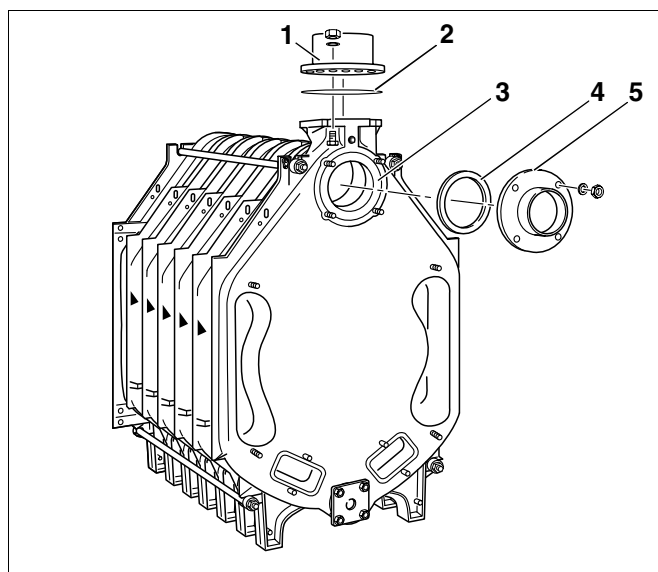

Рис. 28 Установка соединительных фланцев
На верхней ступице котла (рис. 28, **поз. 3** - штуцер обратной линии) при последующем подключении обратной линии устанавливается фланец (с приваренным патрубком).
На рисунке показаны фланец и уплотнительное кольцо (рис. 28, **поз. 4 и 5**).
- Фланец подающей линии (рис. 28, **поз. 1**) с уплотнительным кольцом (рис. 28, **поз. 2**) используются при дальнейшем подключении подающей линии.